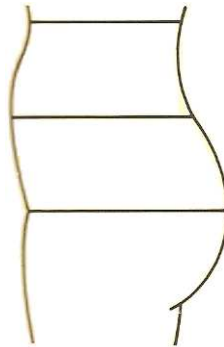

Figure 7 : Forme droite sans emboîtement (29)
- Forme droite sans emboîtement : pour homme surtout et quelquefois pour femme, abdomen peu bombé (Figure 7) ;